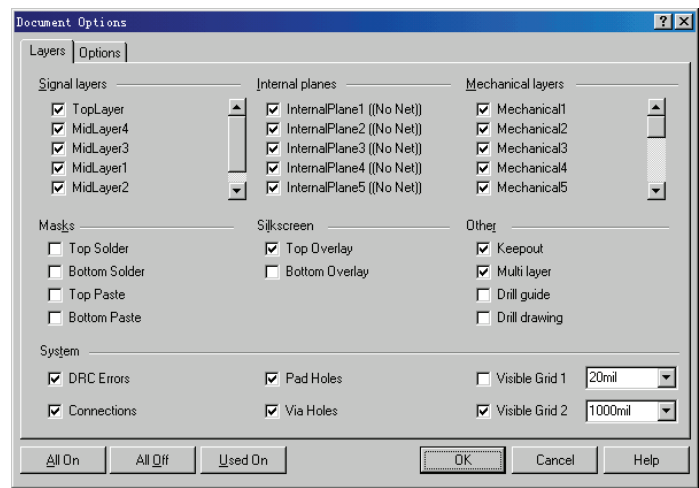

图 6-4 “Document Options” 对话框
在设计印制电路板时，往往会碰到工作层选择的问题。Protel 99 SE 提供了多个工作层，用户可以在不同的工作层上进行不同的操作。当进行工作层设置时，应该选择 PCB 设计管理器的“Design”→“Options”命令，系统将弹出如图 6-4 所示的“Document Options”对话框，其中只显示用到的 Signal Layers（信号层）、Internal Planes（电源层/接地层）、Mechanical Layers（机械层）。
Protel 99 SE 提供的工作层在图 6-4 的“Layers”选项卡中设置，主要有以下几种。
1) 选择 “Design” → “Options” 命令, 系统将会出现如图 6-4 所示的 “Document Options” 对话框。